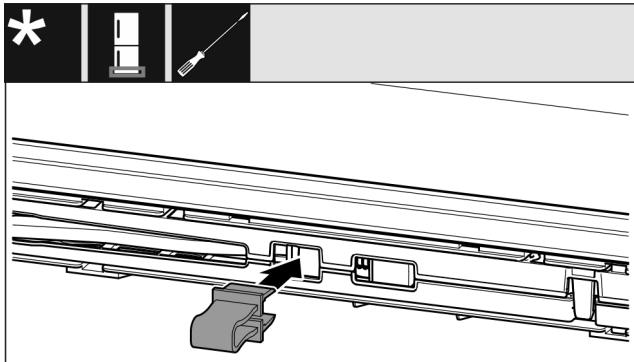

Fig. 14
- Зафиксируйте предохранитель в отверстии Fig. 14 (1).